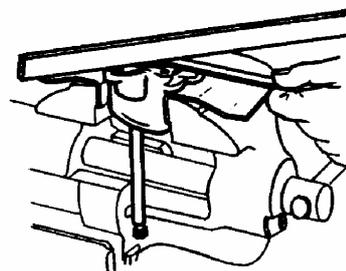

Рис.16. Проверка осевого зазора.
- зазор между торцами шестерен и плоскостью корпуса насоса должен быть от 0,06 до 0,16 мм (набор щупов №2 ТУ 2-034-0221-197-01, линейка поверочная) (рис.16).